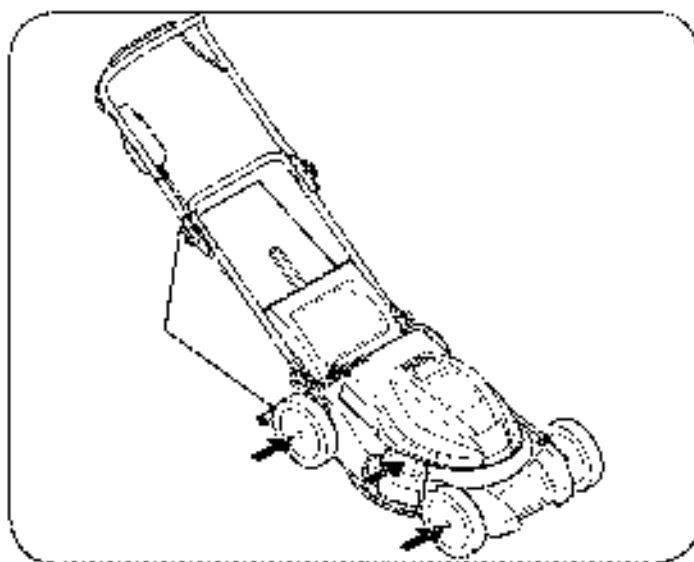

Figura 10
1. Lubrique las ruedas por lo menos una vez por temporada con aceite ligero o aceite para motor. Si las ruedas se quitan por cualquier razón, debe lubricar la superficie del brazo giratorio y la superficie interna de la rueda con aceite ligero. Vea la Figura 10.
2. Lubrique el resaca de fusión y el punto de pivote de la puerta trasera de descarga y el eje de abono lateral periódicamente con aceite ligero para evitar que se oxide. Vea la Figura 10.